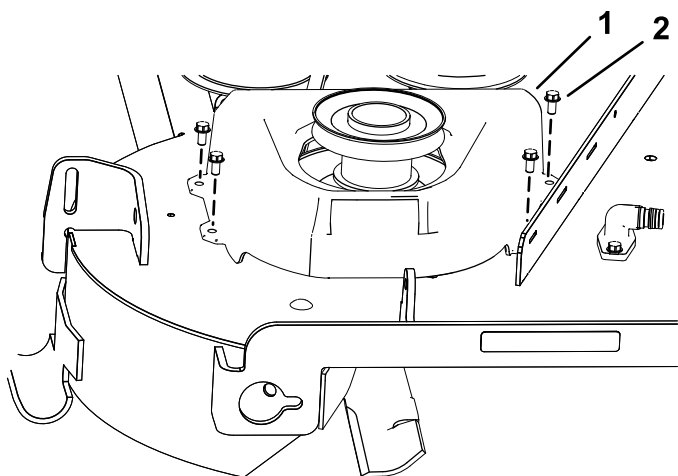

Рисунок 11
4. Установите новую крышку ремня на шкив в сборе с помощью снятых ранее 4 винтов (1/4 x 1/2 дюйма), как показано на Рисунок 11.